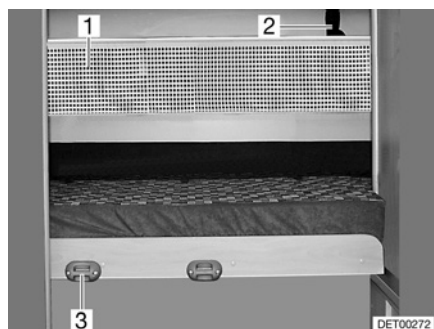

Fig. 56 Filet de sécurité
*Accrocher :* ■ Accrocher l'échelle de montée par les longerons sur le bandeau (Fig. 56,3) installé sur le cache.
**Filet de sécurité** Le filet de sécurité (Fig. 56,1) de série est rangé entre le matelas et le sommier à lattes. Ne tendre le filet de sécurité qu'une fois que la personne se trouve dans le lit.
*Tendre :* ■ Faire s'enclencher les sangles de retenue (Fig. 56,2) dans les œillets du plafond.